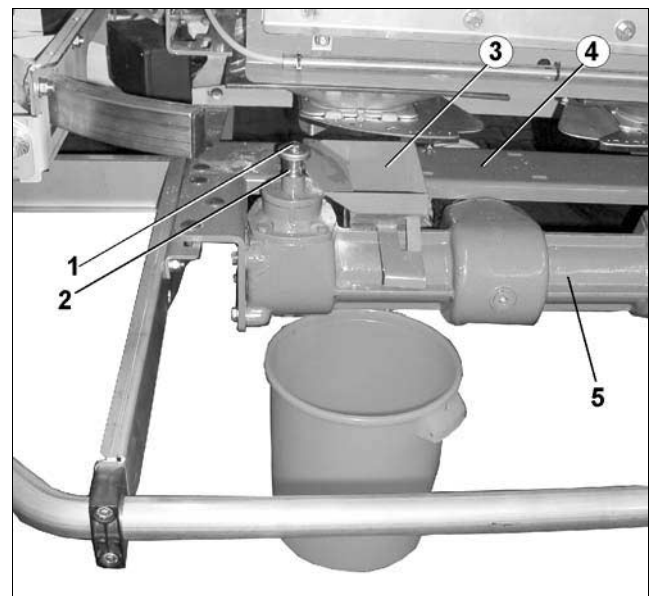

Fig. 28
- Sechskantschraube (Fig. 28/1) zur Befestigung der linken Streuscheibe heraus-schrauben und Streuscheibe von Getrie-bewelle (Fig. 28/2) abziehen.
- Abdrehtrichter (Fig. 28/3) zwischen Brücke (Fig. 28/4) und Verteilergetriebe (Fig. 28/5) stecken und bis an die Getriebewelle schieben.
- Auffangbehälter (Fig. 28/6) unter dem Abdreh-trichter positionieren.